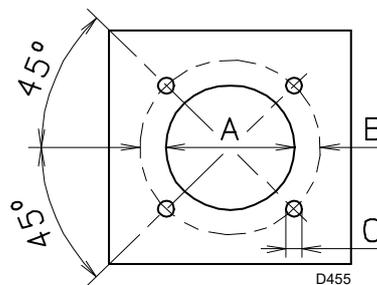

Abb. 14
Bebohren Sie die Abdeckplatte der Brennkammer wie aus Abb. 14 (Tab. K) ersichtlich. Die Lage der Gewindebohrungen kann mit Hilfe des Wärmeschilds, das dem Brenner beige packt ist, nachvollzogen werden.
- Den gesamten Brenner in das vorher vorbereitete Bohrloch des Heizkessels einpassen, wie in Abb. 14 dargestellt, und mit den beige packten Schrauben befestigen.